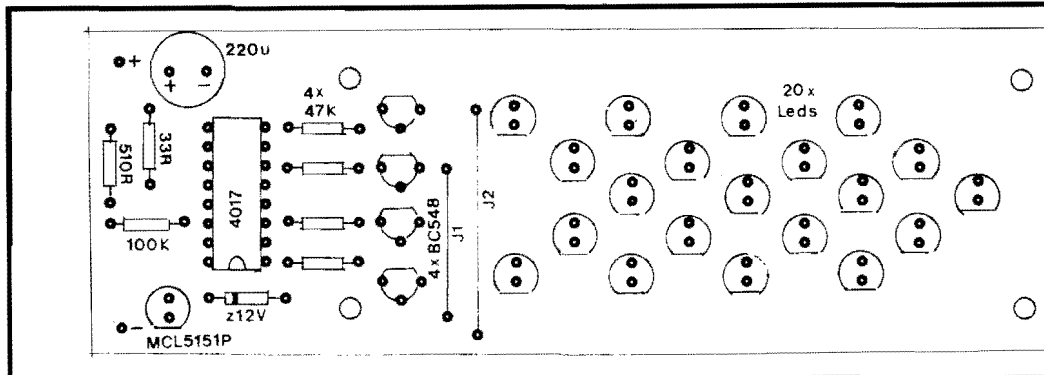

Fig.3
- FIG. 3 - "CHAPEADO" DA MONTAGEM - O lado não cobreado da placa, mostra a colocação e completa identificação de cada um dos componentes do circuito... Quem optar pela aquisição do conjunto na forma de KIT, já receberá suas placas demarcadas em *silk-screen* **exatamente** nos "conformes" da figura 3, o que muito facilita a etapa de inserção/soldagem das peças... Entretanto, mesmo quem resolver "tocar o barco" por conta própria, realizando tudo por suas próprias mãos, não encontrará grandes dificuldades em interpretar e corretamente posicionar os componentes de acordo com o diagrama... Os pontos mais importantes situam-se no posicionamento dos componentes **polarizados**, quais sejam: o Integrado, com sua extremidade marcada voltada para o *zener* de 12V, os quatro transistores BC548, todos com seus lados "chatos"